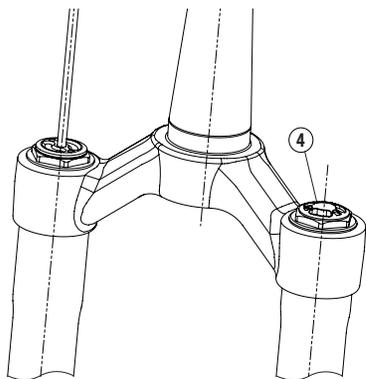

Figura 7
- Retire a tampa da válvula positiva (4) (Figura 7) e remova toda a pressão da câmara de ar positiva até zerar;
- Rosqueie o bico da bomba de pressão na válvula positiva e calibre a câmara de ar positiva com a pressão recomendada na tabelas (5) ou (6) de acordo com a sua faixa de peso e de acordo com suas preferências;
- Calibre a câmara de ar negativa com a pressão recomendada na tabela (5) ou (6) e conforme suas preferências;
- As pressões recomendadas nas tabelas (5) e (6) são apenas uma referência e caso não atenda às suas necessidades, pode-se alterar a pressão de cada câmara de ar, para mais ou para menos, até encontrar o comportamento ideal para você, respeitando sempre o limite máximo especificado na respectiva tabela.